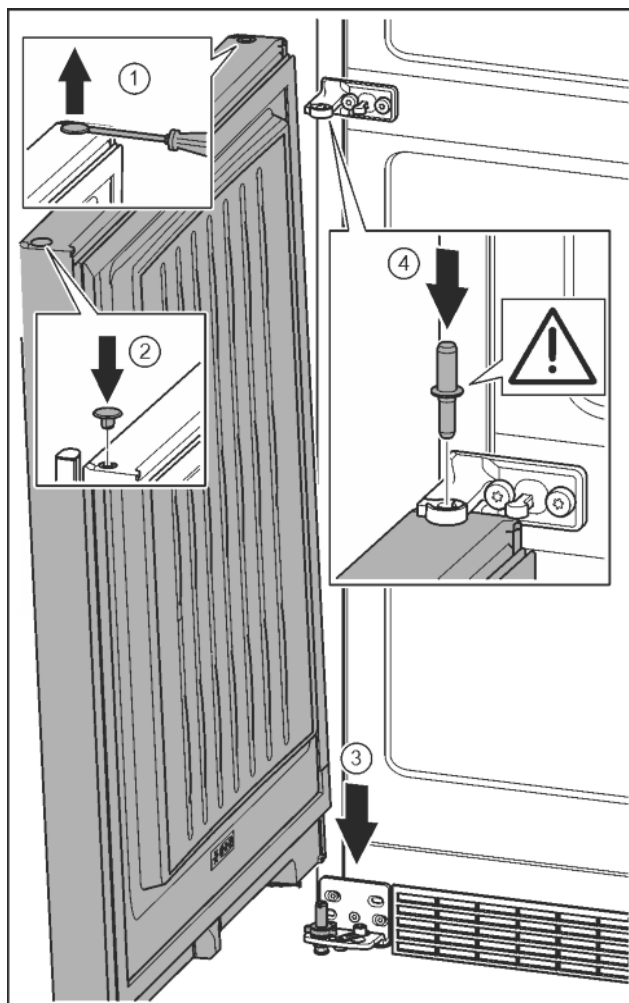

Fig. 23
- ▶ Ridicați cu precauție dopul cu o șurubelniță plată și extrageți-l. Fig. 23 (1)
- ▶ Introduceți dopul pe partea opusă a ușii. Fig. 23 (2)
- ▶ Așezați ușa de sus pe bolțul inferior de lagăr. Fig. 23 (3)
- ▶ Introduceți bolțul central de lagăr prin mijlocul suportului de lagăr în ușa inferioară. Aveți grijă aici ca respectiva camă de cuplare să fie îndreptată către înapoi. Fig. 23 (4)